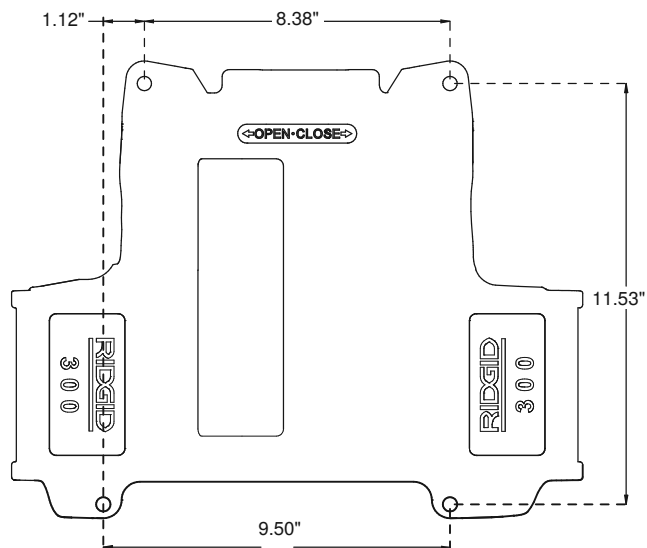

Figur 5 - Justering av skuffestøtte
- b. Løsne stilleskruen på den bakre skuffestøtten (se figur 5).